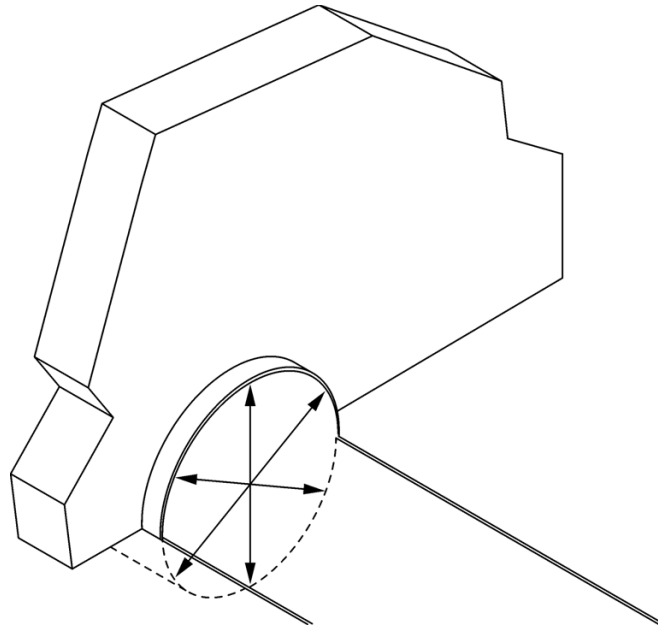

Abbildung 17 Messung des Rohrdurchmessers
1.3 Messen Sie den inneren Rohrdurchmesser an drei Stellen (Abbildung 17). Vergewissern Sie sich, dass die Messungen akkurat sind.